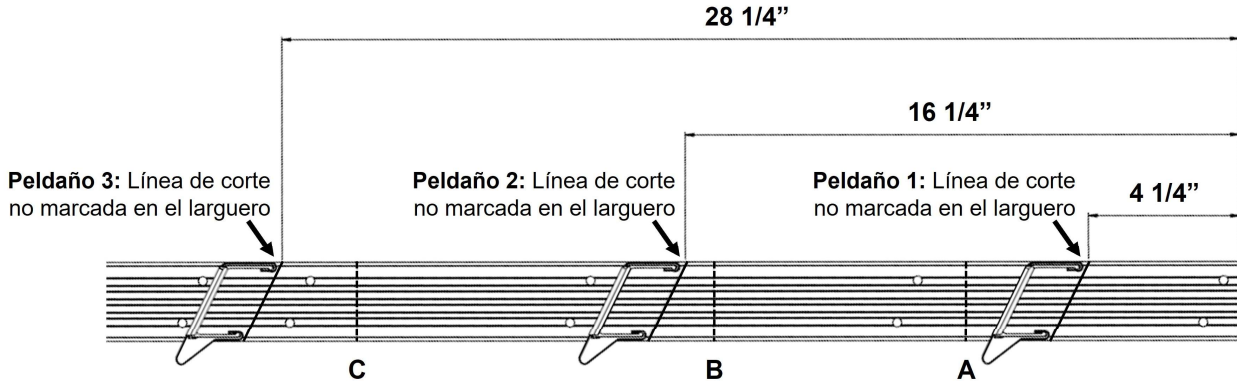
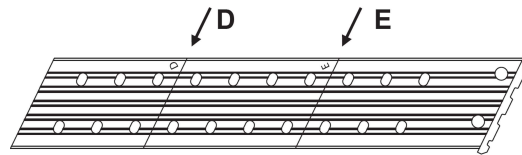

FIGURA 28 : : UBICACIÓN DE CORTE DE LARGUERO LATERAL
FIGURA 29 : UBICACIÓN PARA CORTAR TACÓN DESLIZABLE (CORTE CUANDO SEA NECESARIO)
X. Consulte la altura de techo que anoto en la Sección V y determine la ubicación para cortar los largueros laterales y los tacones deslizables de la escalera de ático. Ver **Tabla 4**, **Figura 28** y **Figura 29**.
Instalador #1: Corte larguero lateral y tacón deslizable en la ubicación apropiada. Ver **Figura 28** y **Figura 29**. Tenga cuidado con los bordes afilados después de hacer los cortes.